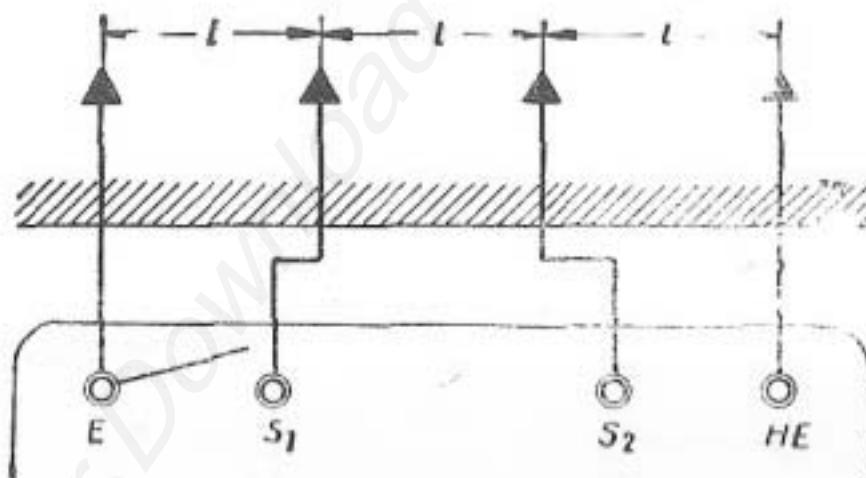

Abb. 3
8.21 Auf einer Geraden werden in gleichen Abständen l 4 Erdspieße möglichst tief in das Erdreich getrieben (Erdspießabstand > Einschlagtiefe) und nach Abb. 3 mit den Zuleitungen am Gerät angeschlossen.